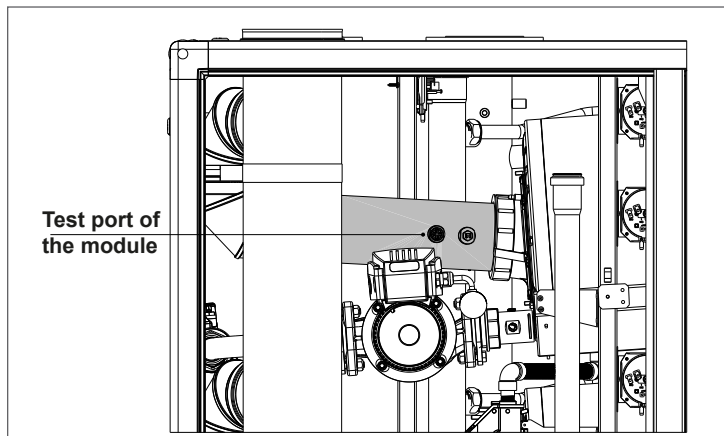

Fig. 16 Orifice d'essai pour l'analyse de la combustion (offert sur chaque échangeur thermique)
- Insérez une sonde d'analyseur de la combustion dans l'orifice d'essai illustrée dans la Fig. 16